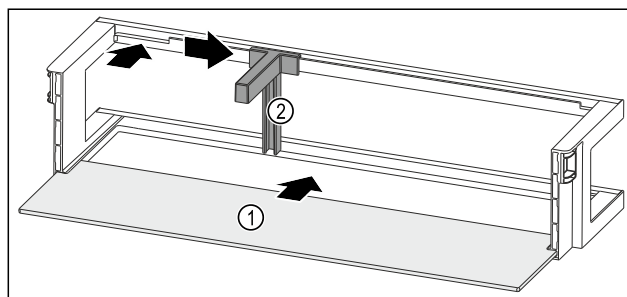

Fig. 262 Rafti i derës me raft mbajtës
- Futni raftin mbajtës Fig. 262 (1) në fole të anësore.
- Vendosni mbajtësen e shisheve Fig. 262 (2) te foleja.
- Shtyni anash mbajtësen e shisheve Fig. 262 (2) në pozicionin që dëshironi.